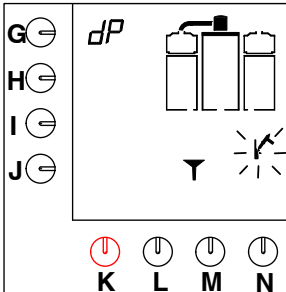

Fig. 16 Bryggarsystemet ber om avkalkningsvätska
- En signal hörs, hammarsymbolen blinkar och en tratt visas på displayen (fig. 16 ).